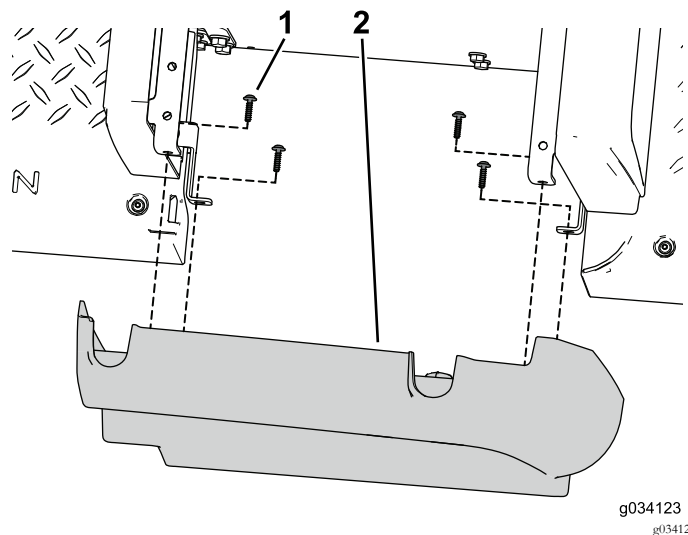

图43
1. 使用 8 个自攻螺丝3/32 x 7/8 英寸将左、右侧面板从该套件固定到前座椅底座面板上 图43。